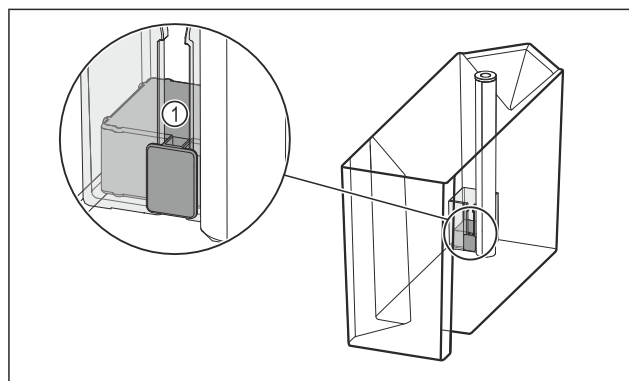

Fig. 101
- Prüfen, ob der Schwimmer Fig. 101 (1) verklemmt ist. Wenn Schwimmer verklemmt ist: